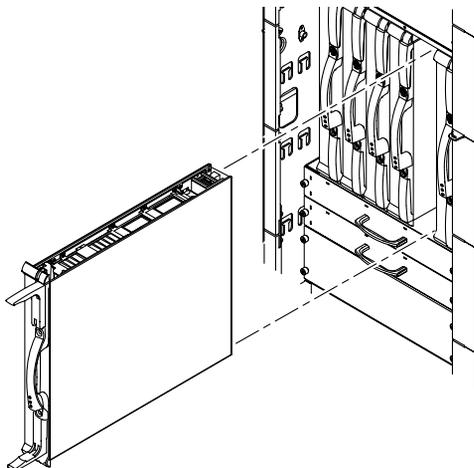

図 8-5 CPU/メモリーボードの取り外しまたは取り付け — Sun Fire E6900 システム
- Sun Fire E4900/E6900 システムでは、一方の手でハンドルを持ち、もう一方の手で下部レールをしっかりとつかんで、カードケージからボードを取り外します。隣接するボードに触れないように注意して、カードケージから出るまでトラックに沿ってボードをスライドさせます (図 8-5)。